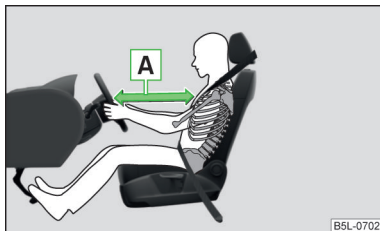

Fig. 9
- Det er vigtigt, at føreren og forsædepassageren holder en afstand på mindst 25 cm til henholdsvis rattet og instrumentpanelet [A] » Fig. 9. Hvis du ikke overholder minimumsafstanden, kan airbagsystemet ikke beskytte dig - livsfare! Desuden skal forsæderne og hovedstøtterne altid være indstillet korrekt i forhold til kroppens størrelse.